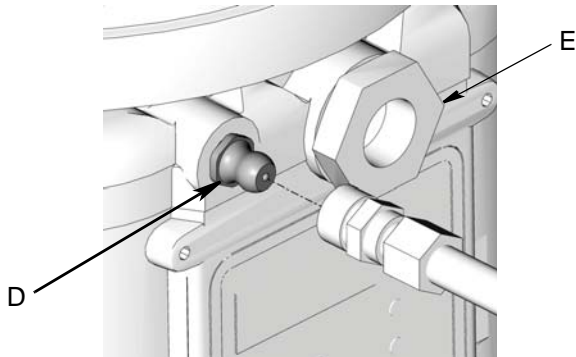

FIG. 13
1. Collegare il flessibile di riempimento all'ingresso del raccordo (FIG. 13).